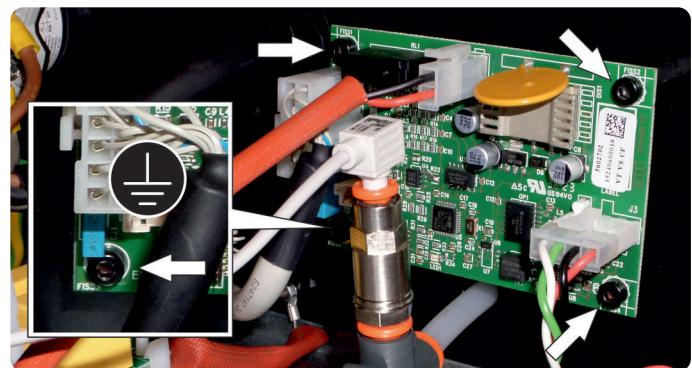

Fig. 2
- ◆ Fije el circuito de interfaz CNC 5602702 (pos.1) a los cuatro espaciadores utilizando los 4 tornillos M4 suministrados como se indica en la fig.2